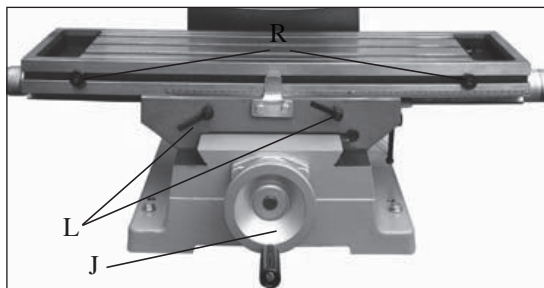

Rys.8
2. Odblokować podziałkę głębokości przez poluzowanie śruby T-rys. 8
3. Przy użyciu pokrętła S-rys. 8 ustawić ogranicznik głębokości P-rys.8 na żądaną wartość głębokości.
4. Zablokować podziałkę głębokości przez dokręcenie śruby T-rys. 8